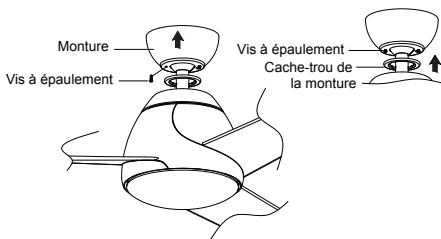

Fig. 12
**Étape 9.** Assembler la monture en faisant tourner le logement de clavette dans la monture sur la vis à épaulement dans le support de montage. Serrer la vis à épaulement. Assembler complètement et serrer la seconde vis à épaulement précédemment retirée. Fixer solidement et serrer le cache-vis de la monture sur les vis à épaulement dans le support de montage en utilisant le verrouillage par simple mouvement de rotation du logement à clavette (Fig 12).